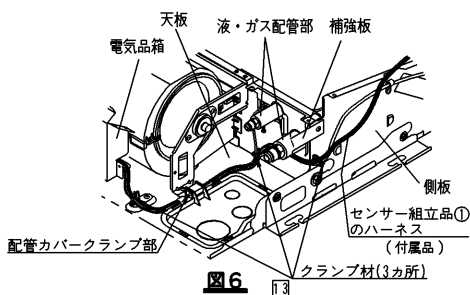

図6
- ⑪ 補強板と側板の間からセンサー組立品①のハーネスを室内ユニット内に引込み(図6)、電気品箱内部のプリント基板上のコネクタ(X81A:白色10ピン)に接続してください。(図7)
- ⑬ 電気品箱を取り付け、センサー組立品①のハーネスを室内ユニット機内のクランプ材(3カ所)と配管カバークランプ部に通してください。(図6)
- ⑭ (センサー組立品①のハーネスは、室内ユニットの液・ガス側配管部と天板の間を通してください。)